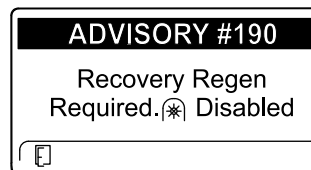

Рисунок 46
- Требуется восстановительная регенерация – вал отбора мощности выключен, ИНФОРМАЦИОННОЕ СООБЩЕНИЕ № 190 (Рисунок 46)